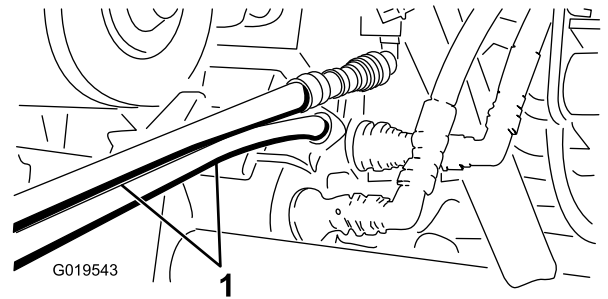

Bild 73
- Schließen Sie an der anderen Maschine die zwei Schläuche an der Kupplung an, die sich noch in der Kupplungshalterung befindet (schließen Sie den oberen Schlauch an die obere Kupplung und den unteren Schlauch an der unteren Kupplung an) (Bild 73).